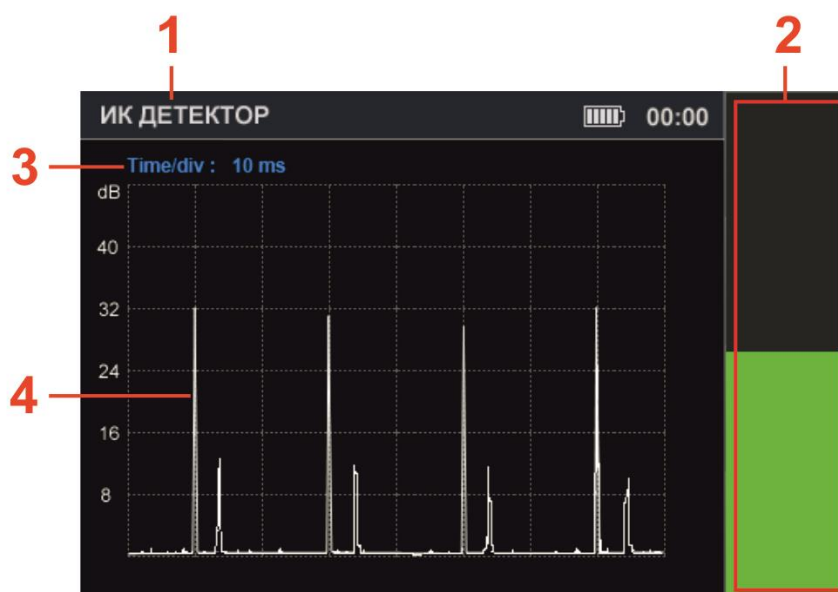

Рис.20
Включение производится из главного меню (рис.4). Экран прибора после включения канала представлен на рис.20.
**Цифрами на рис.20 обозначено:**